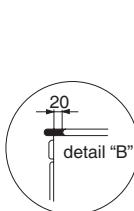

Fig. 8
- Maak de uitsparing van de gaskookplaat in het werkblad overeenkomstig de maatschets van Fig.8. Gebruik de bijgeleverde aftekenaar (onderdeel van de verpakking).
- Zorg dat de afstand tussen de voorzijde van de uitsparing en de voorzijde van het onderliggende keukenkastje (exclusief deur) 20 mm bedraagt (Fig. 8 detail B). Het werkblad mag een dikte hebben van 30-45 mm.
- Pratiquez la découpe pour la table de cuisson dans le plan de travail conformément au plan de dimensions de la Fig.8. A cette fin, utilisez le patron de décalque situé sur le dessous de l'emballage.
- Veillez à laisser une distance de 20mm entre le bord avant de la découpe et l'armoire de cuisine située en-dessous (porte non incluse) (Fig.8 détail B). L'épaisseur du plan de travail peut se situer entre 30 et 45 mm.